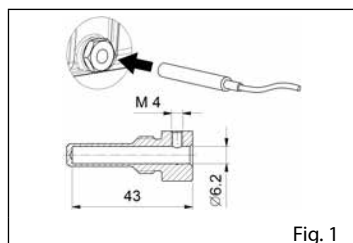

Fig. 1
- 4.8 **Instalar en la bomba un sensor de temperatura dentro del tapón de descarga del aceite** (fig.1) o directamente en contacto con el aceite lubricante (sustituyendo el tapón de descarga del aceite) y conectarlo a la instalación para avisar y bloquear la bomba si la temperatura supera los límites indicados en el manual de uso y mantenimiento o en el folleto de datos técnicos (si se incluye). Este aparato debe ser instalado, a cargo del cliente, por personal experto respetando las normas vigentes.